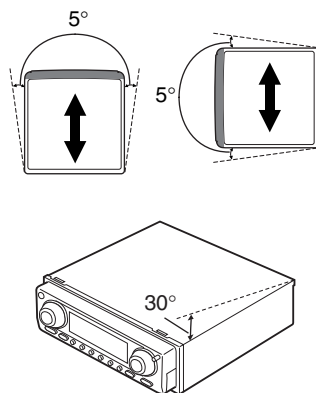

Fig. 5
- Instale la unidad principal en una superficie con una tolerancia de inclinación de +30 y 0 grados (en un margen de cinco grados a la izquierda o la derecha de la dirección de desplazamiento del vehículo). Una superficie más inclinada podría aumentar el error de la visualización de la ubicación. (Fig. 5)